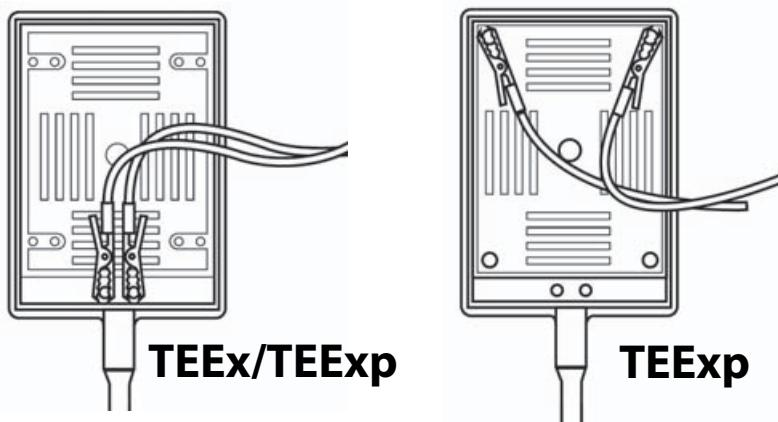

Figure3 Branchement du connecteur de la sonde
- c** Raccorder les câbles rouges aux vis à tête creuse présentes sur le connecteur de la sonde, comme indiqué à la **Figure 3**. La configuration de ces câbles dépend de votre modèle de sonde. Se référer à l'étape 2b pour déterminer votre modèle de sonde.